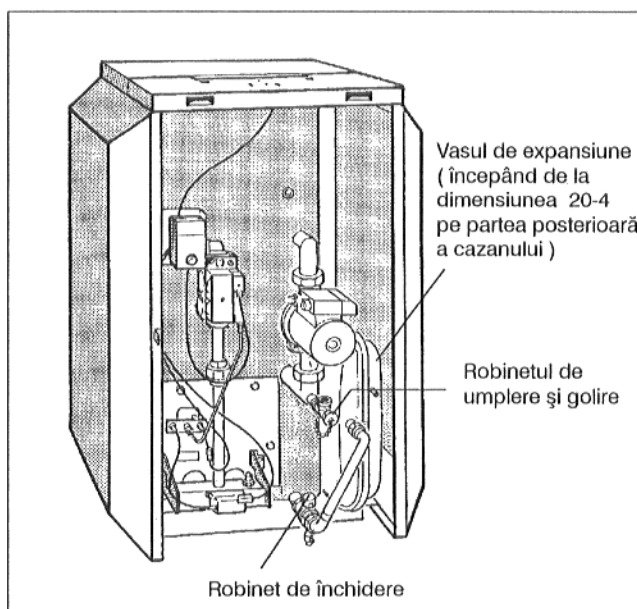
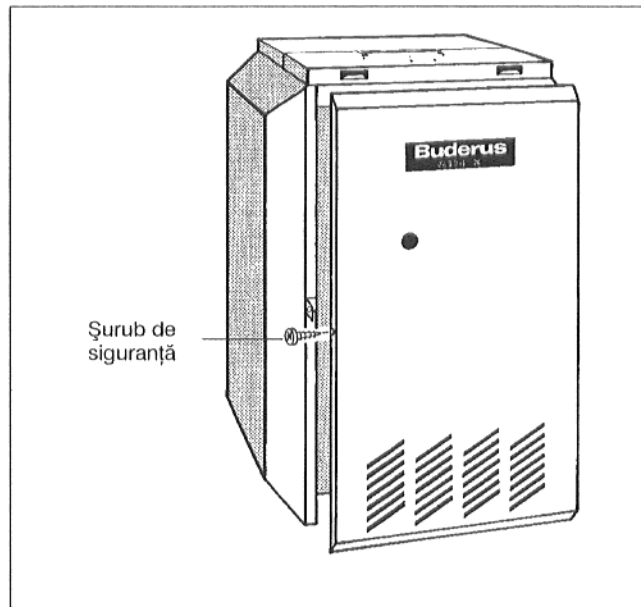

Fig. 9: Cazanul G124 XV, perete anterior deschis
Fig. 11: Demontarea peretelui anterior al cazanului
Vasul de expansiune se separă de restul instalației prin închiderea ventilului de închidere amplasat sub clapa de roșie (Fig. 9). Demontarea peretelui anterior (Fig. 11).
- Se deșurubează șuruburile de siguranță din dreapta și din stânga pereților laterali (Fig.11).
- Se ridică peretele anterior al cazanului și se scoate prin față (Fig.11).
- Se așează aparatul de reglare în așa fel pe capota din față a cazanului, încât cârligele de ghidare de pe partea de jos a aparatului de reglare să fie introduse în fața în orificiile ovale (Fig. 9 respectiv 14).